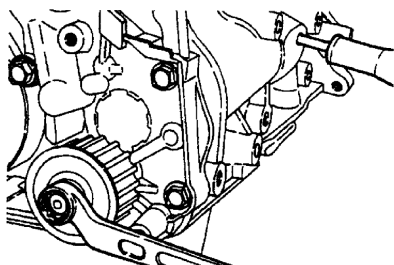

图 4-36 固定平衡轴
2) 插入直径 8mm 的十字旋具, 用以固定左侧平衡轴, 如图 4-36 所示。